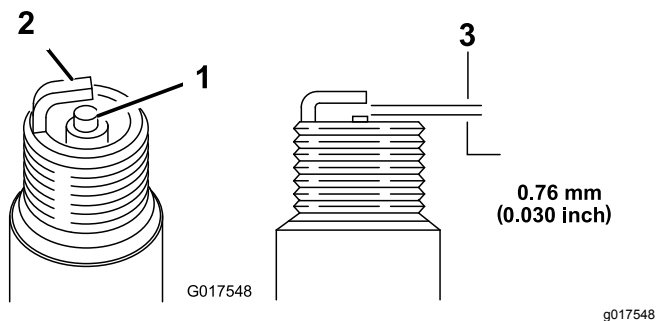

Figura 22
5. Impostate la luce sul tappo a 0,76 mm (Figura 22).